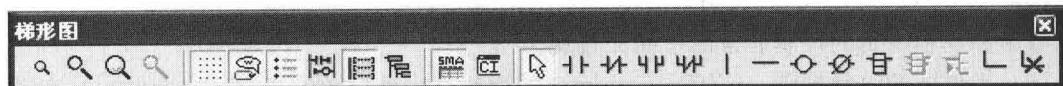

图 1-4 【梯形图】工具条图示
(3) 编程元件。常用的梯形图元件在工具条中以图标形式出现，用鼠标单击可以把它们插入到程序当中，CX-Programmer 编程软件的【梯形图】工具条如图 1-4 所示。